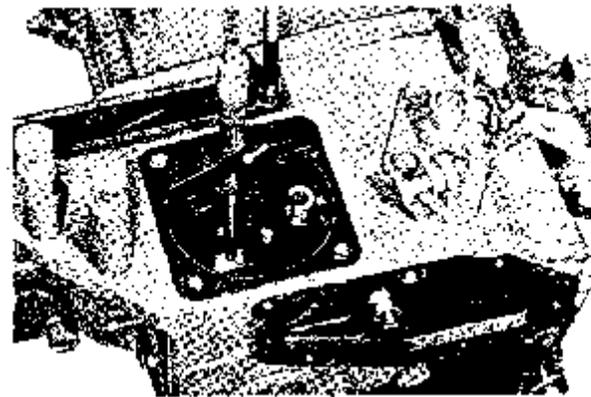

Abb. 41
2. Den Abstand von der Befestigungsfläche auf dem Steuergäusedeckel bis zum Grundkreis des Pumpennockens messen, siehe Abb. 41 (der Nocken soll in Richtung Kurbelwelle zeigen). Die Messung wird mit einem Tiefenmesser oder einer Schublehre vorgenommen. Dieses Maß soll  $82,8 \pm 0,2$  mm betragen. In dem Maß ist eine zusammengepreßte Dichtung zwischen Pumpenflansch und Steuergäusedeckel enthalten. Bei der Messung muß deshalb eine zusammengepreßte Dichtung auf dem Steuergäusedeckel vorhanden sein. Dieses Maß muß stimmen, damit der Einspritzwinkel richtig wird.